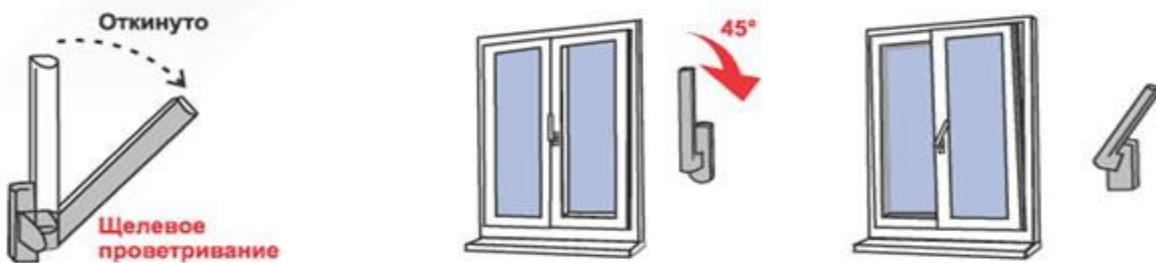

Рис. 3
4) Для перевода створки в положение «Проветривание» ручку поворачивают из положения «Откинуто» в положение «Проветривание» на 45 градусов (см. Рис. 3). При этом створка окна (после небольшого поворота относительно нижней горизонтальной оси)